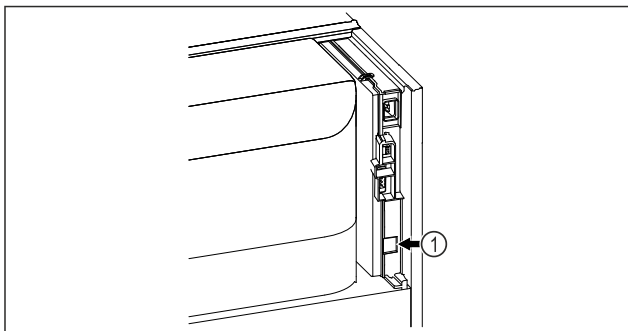

Fig. 109
- A SmartModule Fig. 109 (1) be van helyezve.